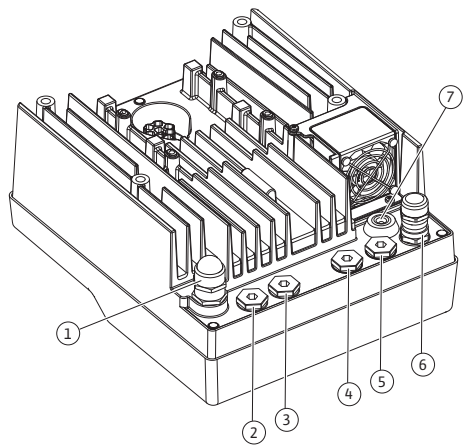

Fig. 18: Passe-câbles à vis/Passe-câbles
4. Guider le câble de raccordement dans le passe-câbles à vis NPT $\frac{3}{4}$ " (M25) (Fig. 18, pos. 1). Serrer le passe-câbles à vis au couple prescrit.